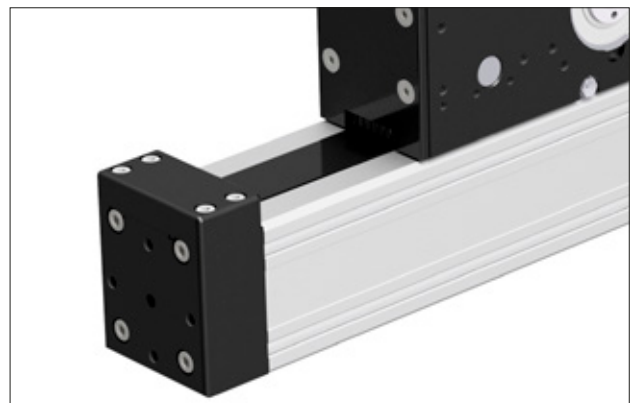

Bild 5.2 AXF mit Zahnriemen- $\Omega$ -Antrieb
- Kompakte Linearachse für den Einsatz als Hubachse für leichte und mittlere Lasten (Bild 5.2)